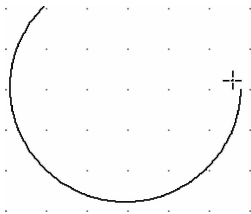

图 6-92 确定圆弧起始点
1) 光标自动移动到圆弧的起始角处, 移动鼠标可以改变圆弧的起始点。单击鼠标确定圆弧的起始点。如图 6-92 所示。